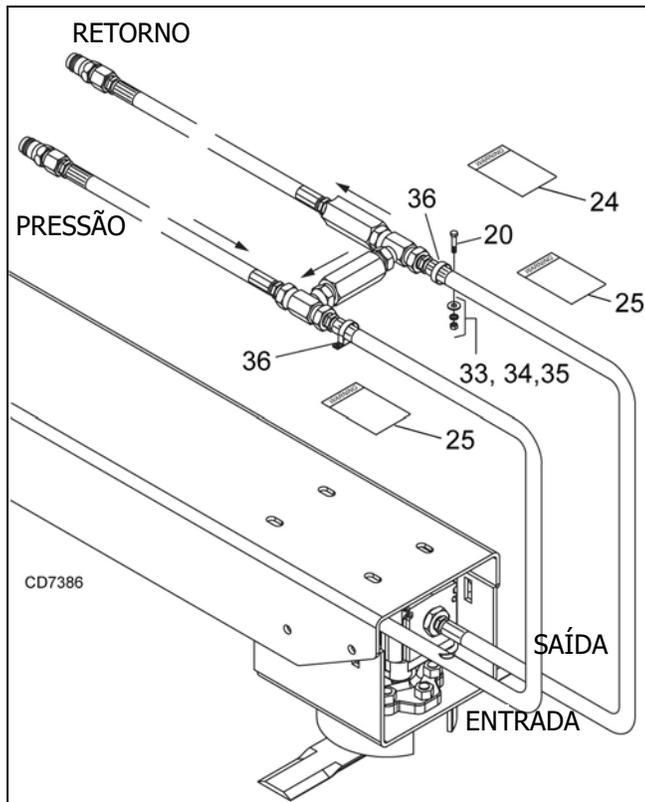

Figura 57. Instalação da braçadeira de mangueira
1. Coloque as braçadeiras de mangueira (36) em torno das mangueiras (11) e centralize as mangueiras entre a placa central.
3. Fixe as braçadeiras de mangueira ao triturador usando parafusos 5/16 NF x 1-1/4 (20), arruelas lisas (33), arruelas de pressão (34) e porcas sextavadas (35). Consulte Figura 57.
Aplique os adesivos de segurança (24 e 25) em uma superfície limpa na parte de trás do triturador, onde possam ser vistos sem obstruções. Instale os adesivos (25) em ambos os lados do conjunto de mangueira. Consulte Figura 57.